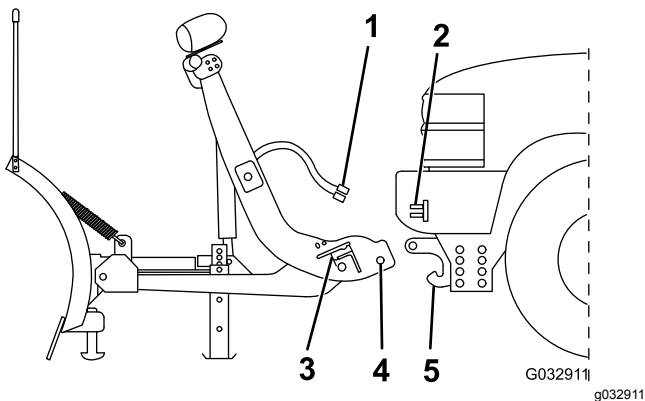

Bild 28
3. Fluchten Sie das Fahrzeug mit dem Schneeschild aus und fahren Sie vorwärts, bis der untere Stift die Stiftaufnahme der Druckstange berührt (Bild 28).
des Schneeschilds am Fahrzeugkabelbaum an (Bild 28).